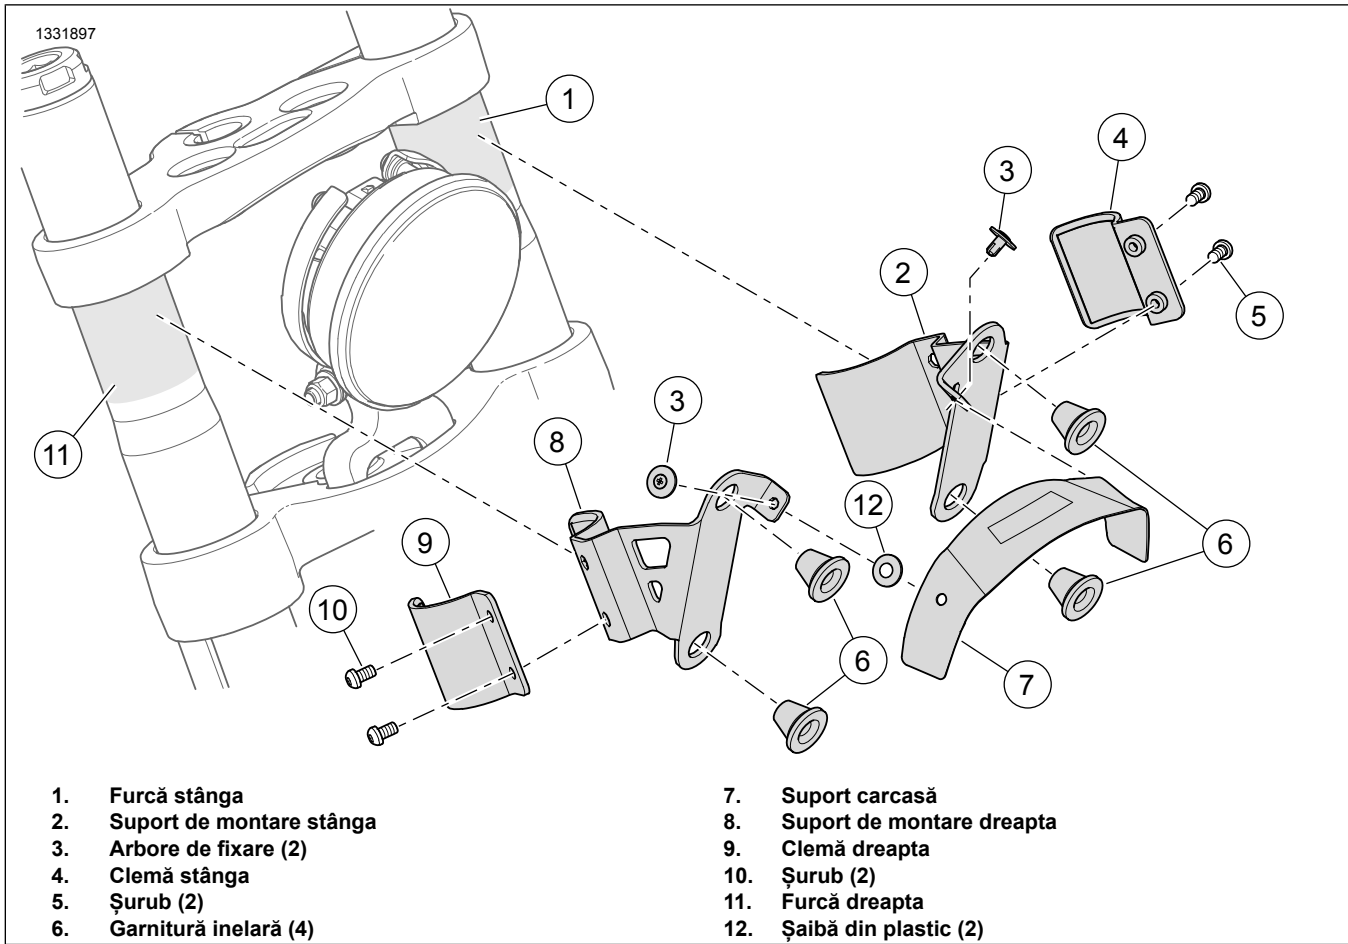

Figura 6. Ansamblu suport
2. Figura 6 Instalați ansamblul de suport montare stânga.
- a. Ștergeți bine zona de montare de pe furca din stânga (1).
- b. Instalați lejer suportul de montare stânga (2), clemă (4) și șuruburile (5).
- a. Ștergeți bine zona de montare de pe furca din dreapta (11).
- b. Instalați lejer suportul de montare dreapta (8), clemă (9) și șuruburile (10).
- a. Lipiți șaiba de plastic (12) la fiecare orificiu de fixare a capotei (7).
- b. Aliniați orificiile de fixare la ansamblurile suporturilor stânga și dreapta (2 și 8) cu suportul carcasei (7).
- c. Asigurați-vă că suportul carcasei (7) este centrat pe far.
- d. Montați arborii de fixare (3) atunci când toate suporturile sunt aliniate corect.